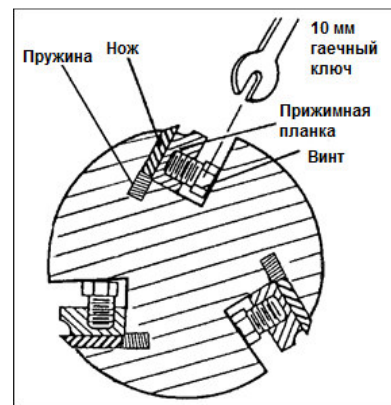

Рис. 13-1
3. Открутите восемь винтов (Рис. 13-1) в прижимных планках с помощью 10 мм гаечного ключа. После ослабления давления прижимов две пружины в ножевом валу вытолкнут нож.
7. Установите новый или переточенный нож в паз, как показано на Рис. 13-1. Убедитесь, что соблюдено правильное направление ножа.